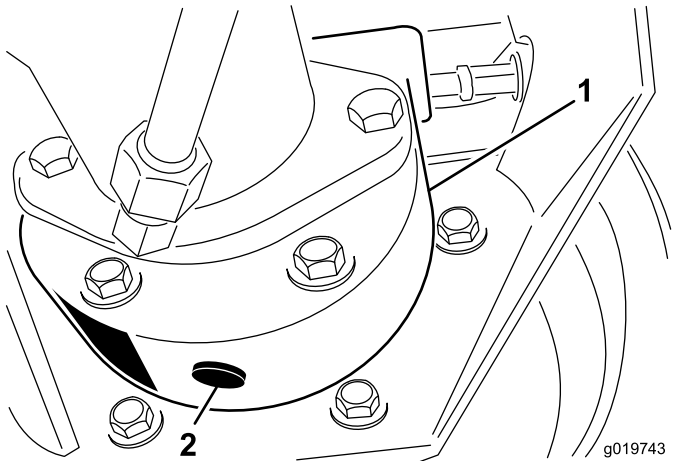

Figura 92
4. Coloque un recipiente debajo del alojamiento del freno, retire el tapón y deje que se drene el aceite (Figura 92).